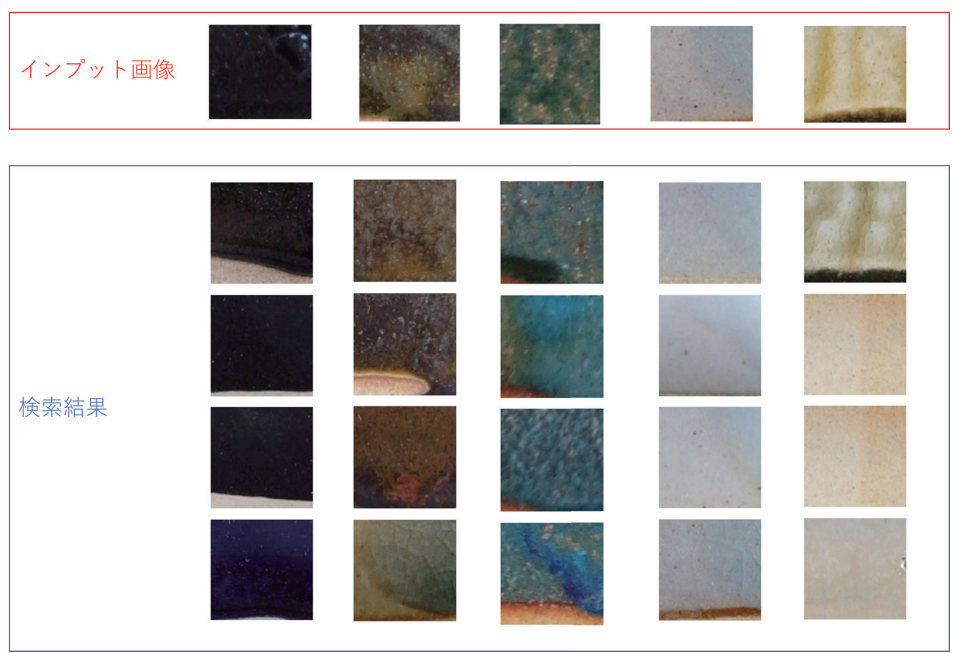

図4 検索結果の一例
①事前学習なしの場合に比べて、②すべての層でパラメータ更新を行った場合は検索精度が向上しています。一方で③全結合層のみでパラメータ更新を行った場合は①事前学習なしの場合よりも検索精度が低下しています。これは事前学習データの分類に必要な特徴量と今回の釉薬テストピースの検索を行うのに必要な特徴量が大きく異なっていたためだと考えられます。
最も検索精度が高かった②の条件で学習したモデルを使用した検索結果の一例を示します（図4）。